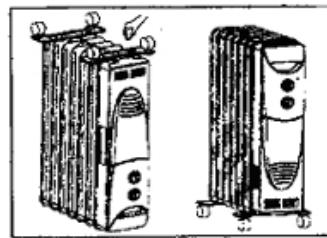

Рис. 2
- Осторожно переверните прибор в нормальное положение и поставьте на ролики (см. Рис.2).